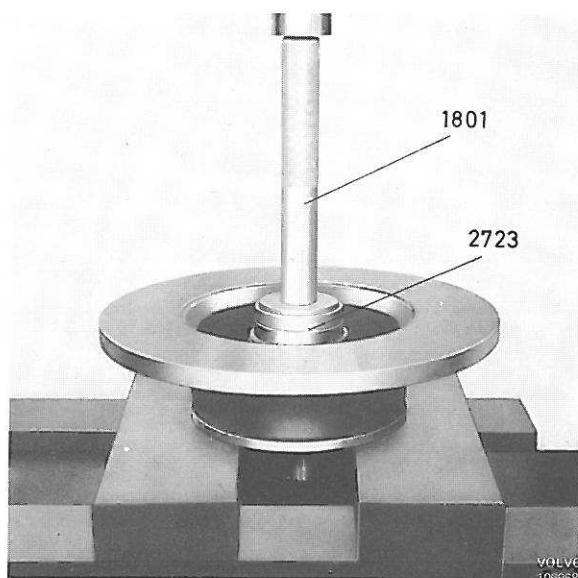

Figure 24. Montage de la bague d'étanchéité
1. Poser le roulement intérieur en place dans le moyeu et monter la bague d'étanchéité avec le mandrin 2723 et la poignée de base 1801, figure 24. Lubrifier le joint de feutre avec beaucoup d'huile, par exemple l'huile fluide pour moteurs.